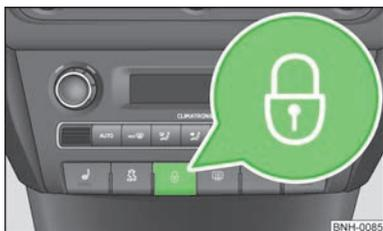

Fig. 11
Si el vehículo no se bloqueó desde fuera, se podrá desbloquearlo y bloquearlo con la tecla » fig. 11, incluso sin estar conectado el encendido.
- Pulsar la tecla **[C]** » fig. 11. El símbolo **[C]** en la tecla se encenderá.
- Pulsar la tecla **[C]** » fig. 11. El símbolo **[C]** en la tecla se apagará.